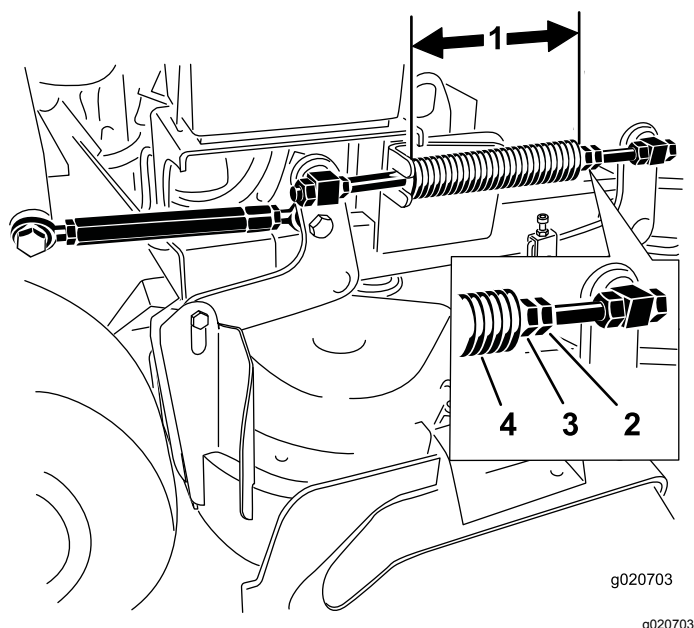

Figura 86
Nota: La longitud nominal es de 28.2 (11 $\frac{1}{8}$ ") para carcasas de corte de 91 cm (36") y de 25.7 cm (10 $\frac{1}{8}$ ") para carcasas de corte de 102 cm (40") (Figura 86).
3. Ajuste esta distancia aflojando la contratuerca elástica y girando la tuerca que está delante de cada muelle (Figura 86).
4. Fije la tuerca en la posición deseada apretando la contratuerca elástica (Figura 86).